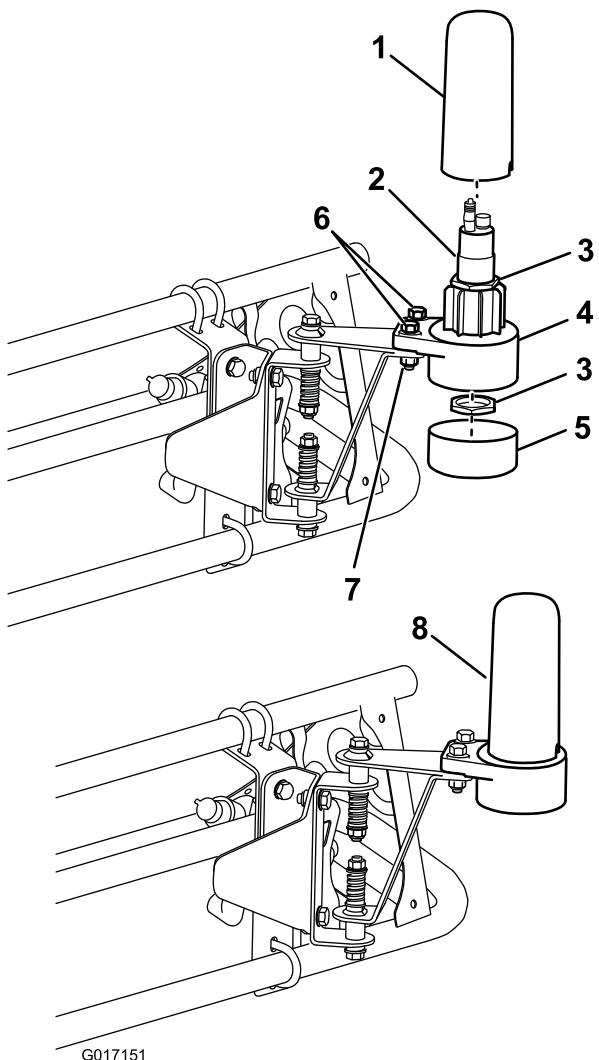

Bild 13
4. Befestigen Sie das untere Sensorgehäuse mit zwei Schrauben (5/16" x 1-1/4") und zwei Sicherungsmuttern (5/16") an den Sensorbefestigungen (Bild 13).
6. Setzen Sie den Sensor in das untere Sensorgehäuse ein und befestigen ihn mit den zwei großen Muttern, die dem Sensor beilagen (Bild 13).
7. Montieren Sie das Abdeckrohr und die Abdeckung (Bild 13).